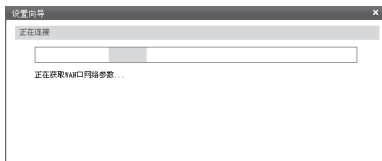

图4-9 上网方式-动态IP连接
2) 如果上网方式为动态IP, 即可以自动从网络服务商处获取IP地址, 不需要填写任何内容。图4-9为动态IP连接界面。如果在此连接过程中, 您关闭了设置向导, 该接口的配置工作仍会在后台进行。